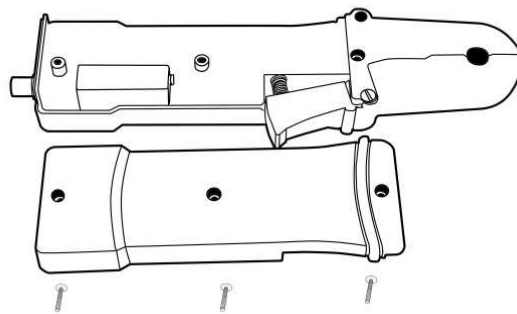

Abbildung 5: Einsetzen der Batterie
3. Unter Beachtung der Polarität die neue Alkali-Batterie an den Kontaktpunkten richtig ausrichten, dann in das Batteriefach einsetzen wie in Abbildung 5 dargestellt ist.